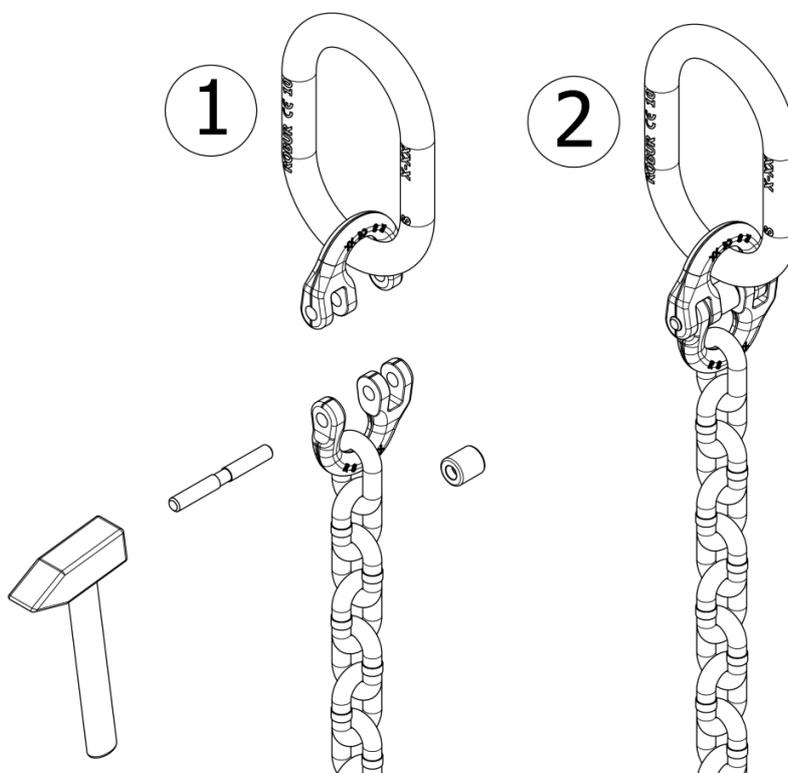

Fig. 2
2. Avvicinando le due semimaglie ed inserendo il perno e la boccola con i necessari colpi di martello, fino ad ottenere il collegamento. (Fig. 2)